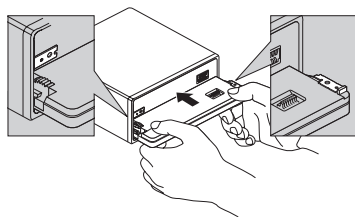

Fig. 11
2. Rimontare il pannello anteriore sull'unità. (Fig. 11)